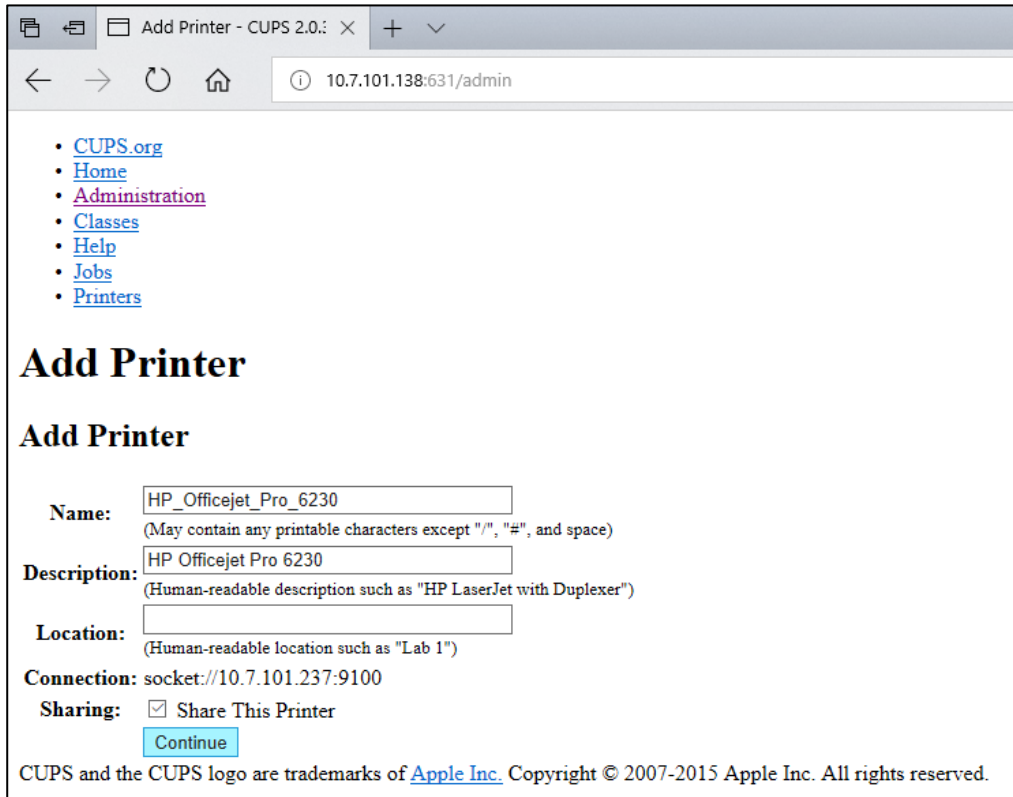

Рис. 101. Экран Add printer (Додати принтер).
5. Виберіть **Share this printer** (Надати спільний доступ до цього принтера) і натисніть **Continue** (Продовжити), (рис. 101).